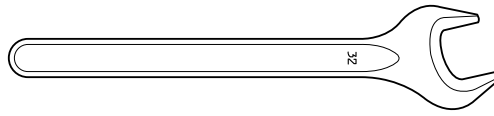

Fig. 7
- The supplied open-end spanner (Fig. 7).
5. Attach the drill bit using the open-end spanner (Fig. 7).
- Den mitgelieferten festen Schlüssel (Abb. 7).
5. Den Bohrer mit Hilfe des festen Schlüssels befestigen (Abb. 7).
- La clé à ouverture fixe fournie (fig. 7).
5. Monter le trépan à l'aide de la clé à ouverture fixe (fig. 7).